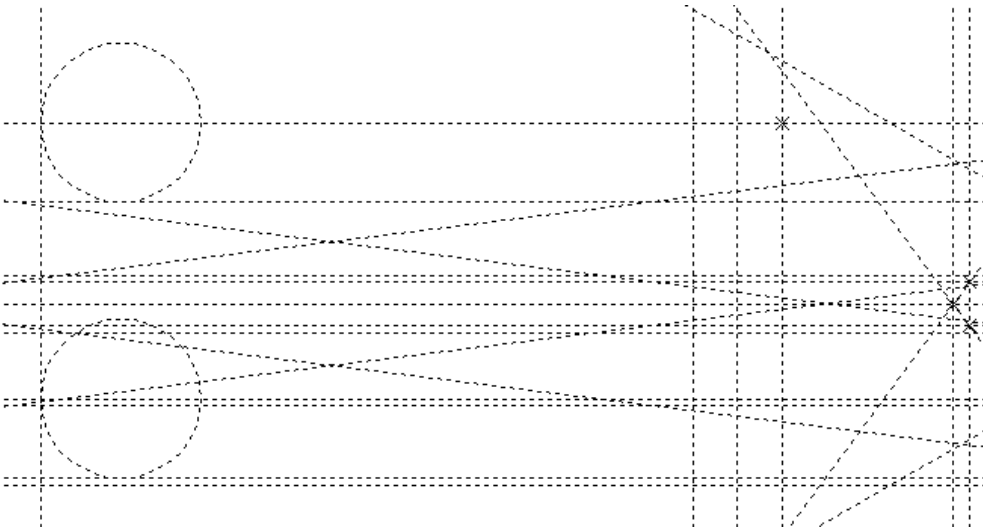

Рис. 1.1. Линии построения
**Линии построения** – это базовые элементы параметрической модели в системе T-FLEX CAD 2D, задающие геометрические отношения между элементами изображения и позволяющие изменять параметры чертежа. К ним относятся прямые линии, окружности, эллипсы, сплайны, эквидистанты, функции, пути. На экране линии построения отображаются в виде штриховых линий (рис. 1.1). Они взаимосвязаны между собой, при этом типы линий построения и способы их создания определяют порядок перестроения чертежа при изменении положения какой-либо из линий.